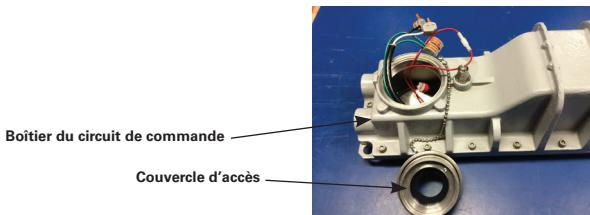
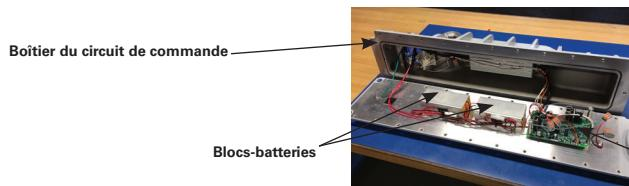

Figure 10
Figure 11
- Le remplacement de la batterie nécessite le retrait du boîtier du circuit de commande (voir la figure 11).
- Dévisser le couvercle d'accès au câblage (voir la figure 10) et le laisser pendre au bout du cordon.
- Retirer les vingt-quatre (24) vis de pression à six pans creux et rondelles de blocage du boîtier du circuit de commande à l'aide d'une clé hexagonale ou d'un embout de 5 mm.
- Retirer le boîtier du circuit de commande. Remarque : Garder le boîtier à proximité du luminaire afin d'éviter toute contrainte sur le faisceau de câbles fixé (voir la figure 11).